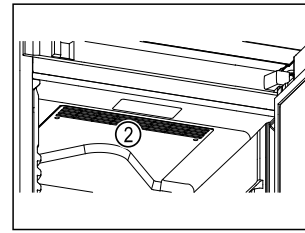

Fig. 63
- Дръжте вентилационните отвори Fig. 63 (2) на циркуляционния вентилатор във вътрешността свободни.